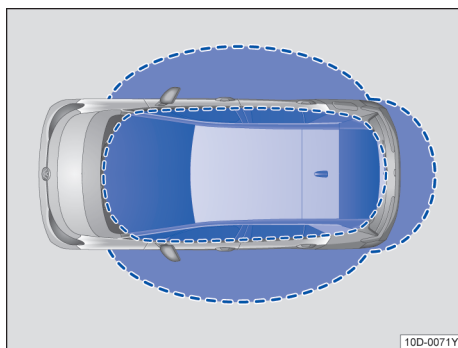
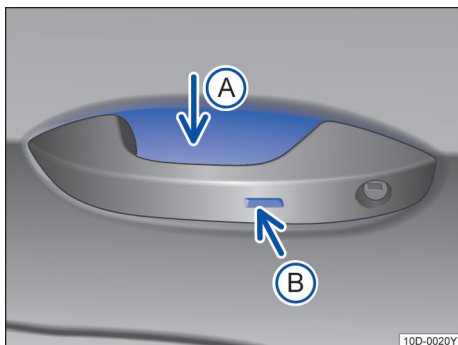

图 42 无钥匙进入闭锁/启动系统：工作范围
图 43 无钥匙系统 Kessy：车门拉手上的传感区
Kessy 是一种无钥匙系统，它可以实现在不操作遥控钥匙的情况下解锁或锁止汽车。操作者只需随身携带一把有效遥控钥匙，并处于车门或行李厢盖的有效感应区域内→图 42，同时触摸车门拉手上的传感区之一→图 43 或按压行李厢盖上的按钮即可实现。
如果有一把有效遥控钥匙在有效感应区域→图 42 内，则无钥匙系统 Kessy 会将访问权限授予该钥匙。紧接着可以在不主动操作遥控钥匙的情况下执行以下功能：
- 触摸在驾驶员或副驾驶员车门拉手内侧的传感区→图 43(A)。
- 触摸车门拉手上的传感区→图 43(B)一次。汽车锁止。
如果在行李厢盖的有效感应区域→图 42 有一把有效的遥控钥匙。
- 要便捷关闭所有电动车窗和天窗，请用手指按住车门拉手上的传感区→图 43(B)几秒钟。
- 松开传感区→图 43(B)即可中断该功能。如果在松开车门拉手上的传感区→图 43(B)后立即将手放入(A)内，则所有车窗停在原位置（安全功能）△→第 54 页。